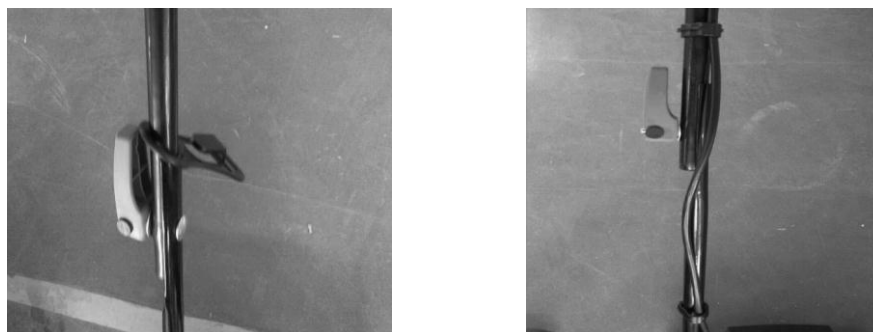

Рис.3
3) Установите держатель сетевого кабеля. Зафиксируйте электрокабель газонокосилки вдоль рукоятки с помощью фиксаторов. (Рис.3)